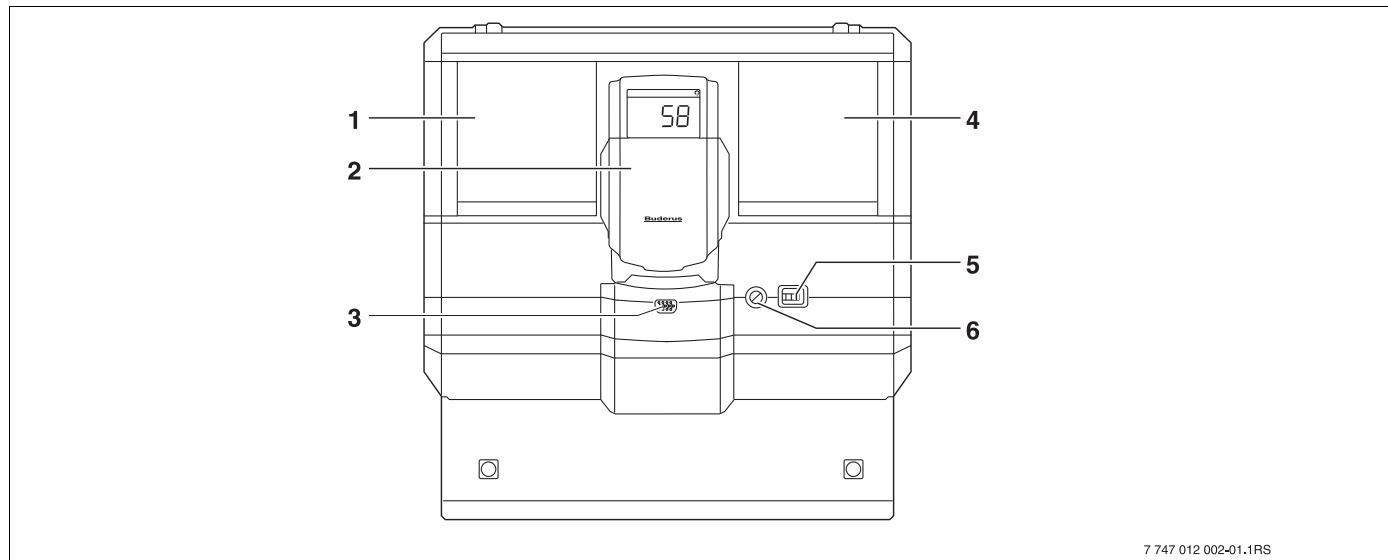

Рис. 4 Элементы управления (на примере Logamatic 4122)
- Включите систему управления, для чего переведите пусковой выключатель в положение "I" (→ Рис. 4, [5], стр. 13).
- Включите систему управления, для чего переведите пусковой выключатель в положение "0" (→ Рис. 4, [5], стр. 13).